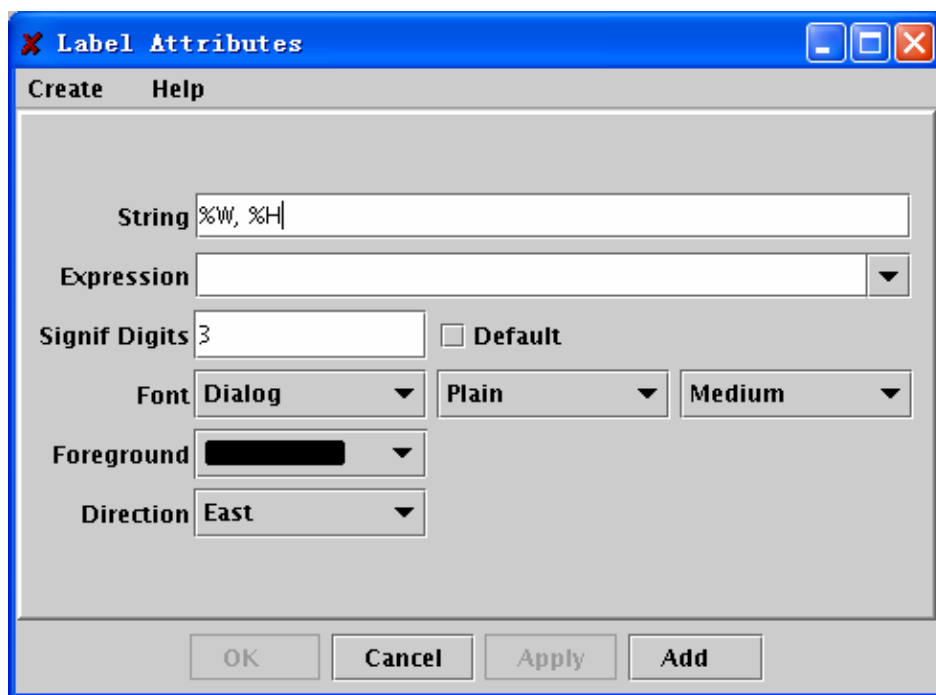

图 12.29 选择 “Graph” → “Label” → “Edit” 添加标签
- 1) 选择“Graph” → “Label” → “Edit”，此时“Label Attributes”对话框弹出，如图 12.29 所示。
- 1) 选中需要编辑的标签，然后选择 “Graph” → “Label” → “Edit”；或者双击需要编辑的标签，此时 “Label Attributes” 对话框弹出，如图 12.29 所示。